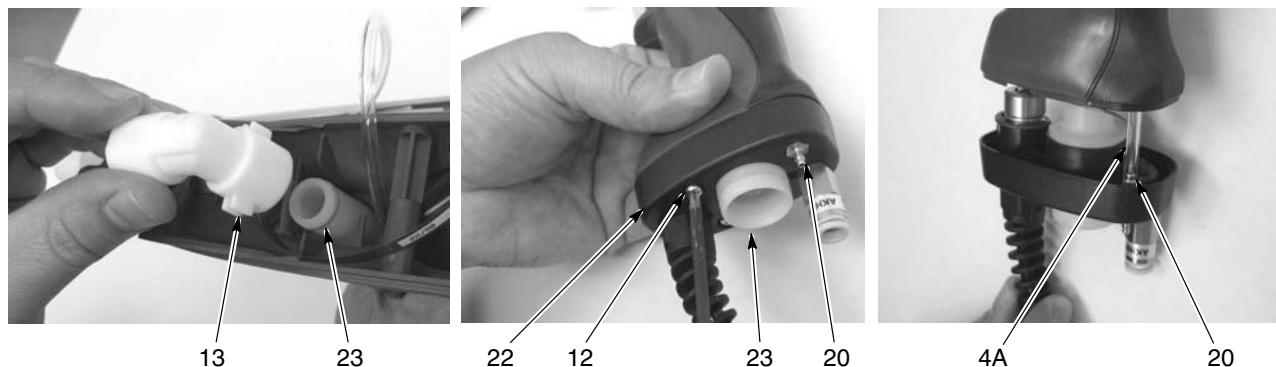

Figura 5-6 Demontarea cotului și separarea bazei de mâner
7. A se vedea Figura 5-6. Îndepărtați cotul (13) de țeava de admisie (23).
8. Scoateți cele 2 șuruburi M3 x 20 (12) care fixează baza mânerului (22) de ansamblul mânerului.
10. Trageți de țeava transparentă de 4 mm (4A, parte a ansamblului filtrului) în afara racordului striat (20).